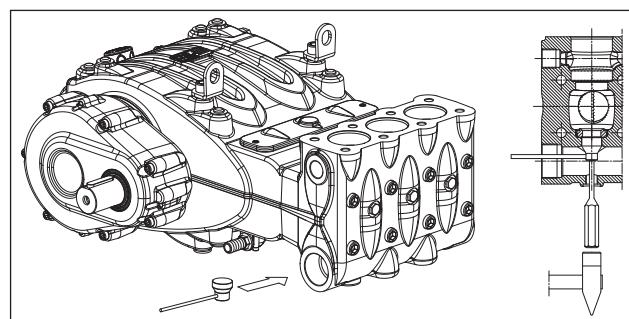

Abb. 104
Sollte der Ausbau der Saugventilgruppe mit großen Schwierigkeiten verbunden sein (z. B. aufgrund von Verkrustungen nach längerem Stillstand der Pumpe), verwenden Sie den Abzieher Art. 27516200 (Pos. ①, Abb. 104) und gehen Sie wie angegeben vor.